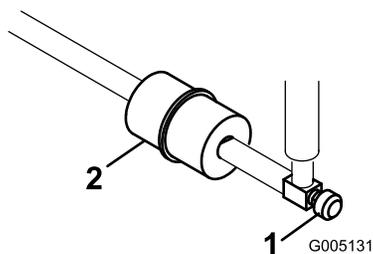

図 47
燃料フィルタはインライン・タイプで、燃料タンクとキャブレタの間にあります (図 47)。フィルタに付いている矢印をエンジンの方に向けて取り付けてください。
1. 燃料バルブを閉じ、フィルタのキャブレタ側についているホース・クランプをゆるめ、燃料ラインからフィルタを外す (図 47)。
2. フィルタの下に容器を置き、もう一方のクランプも外してフィルタを取り出す (図 47)。